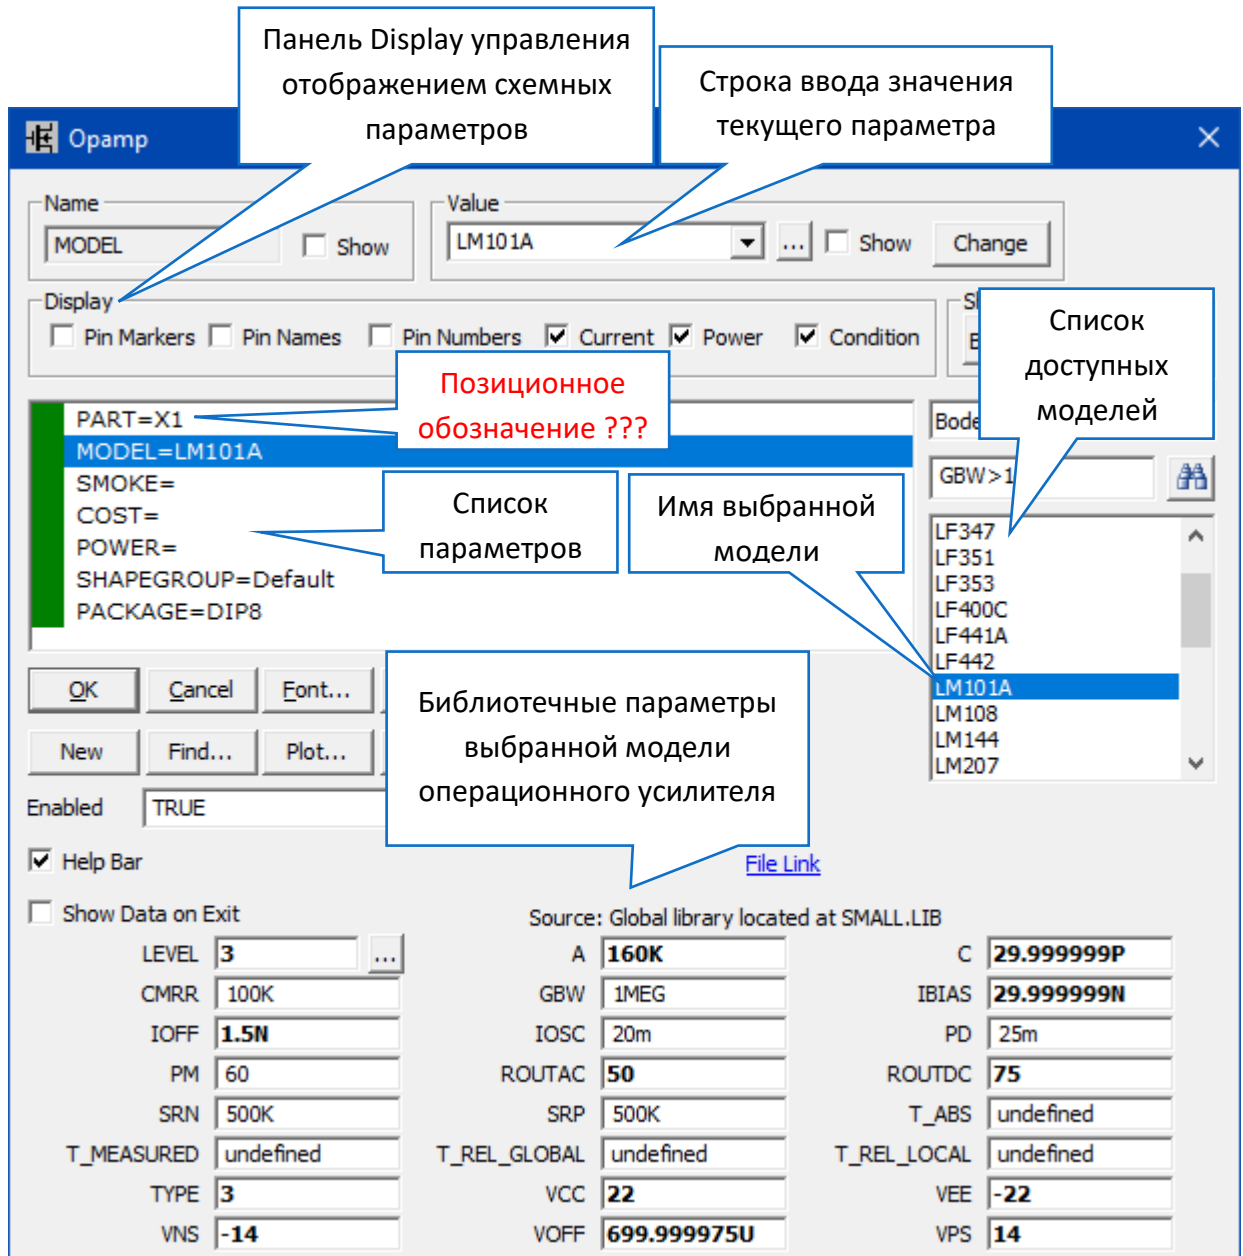

Рис. 1.4 – Пример: диалоговое окно задания параметров операционного усилителя (англ. OPAMP) LM101A
Отпускание левой кнопки мыши закрепит компонент в точке, указанной курсором. При этом открывается соответствующее **диалоговое окно для ввода значений параметров компонента** или его имени (Рис. 1.4).
В заголовке диалогового окна для ввода значений параметров компонента (см. Рис. 1.4) указывается краткая информация о компоненте.
– параметр **Model** - позволяет выбрать модель (эквивалентную схему замещения) конкретного электронного компонента из списка в правой части диалогового окна (например, модель операционного усилителя LM101A (см. Рис. 1.4)). Для пассивных элементов этот параметр как правило не задаётся.
Набор показываемых атрибутов определяется установками флажка отображения *Show* (показать) для соответствующих позиций (см. Рис. 1.4).